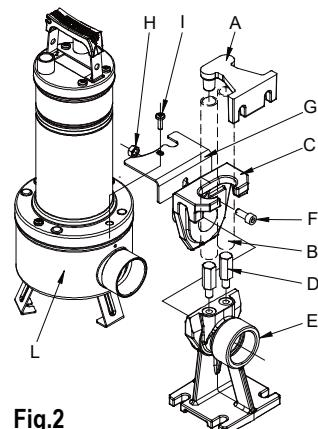

Fig.2
- 4.6** Empalmar el tubo/manguito de impulsión directamente en la boca de la bomba. De utilizarse la bomba en instalaciones fijas, es conveniente empalmarla a la tubería por medio de racor, para facilitar su desmontaje y reinstalación. Si se emplea un manguito, montar en la boca de la bomba un racor portagoma roscado. Poner en la rosca material adecuado para garantizar la efectiva estanqueidad (cinta de teflón o afines). Para las instalaciones fijas se aconseja utilizar el dispositivo de izado DSD2 (disponible sobre demanda - Fig.2), con el fin de facilitar así las operaciones de mantenimiento de la electrobomba. Se insertará entre la boca de impulsión de la electrobomba y la tubería para evitar, en las operaciones de mantenimiento, tener que desmontar el tubo de impulsión. El dispositivo DSD2 está constituido por 8 piezas, más una no suministrada (tubos de 3/4").
Extraer el tornillo superior de la brida del lado de impulsión (I). Ensamblar el estribo antirrotación (G). Volver a montar el tornillo (I). Extraer la corredera del pie de acoplamiento y empalmarla a la boca de impulsión de la bomba. Fijar la corredera a la bomba como se indica en la figura, por medio del tornillo (F) y de la tuerca (H). Volver a colocar el conjunto corredera/bomba en el pie (Fig.2)